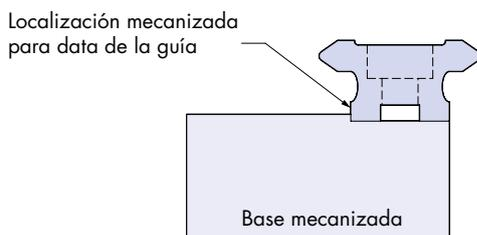
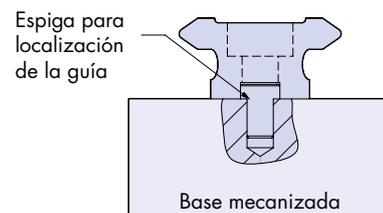

Figura 1.1 Registro mecanizado para localización de la guía
Figura 1.2 Método de localización mediante espigas
1.1 Para asegurar la rectitud, la guía deberá ser posicionada contra un registro de precisión, tal y como se muestra en la figura 1.1. Alternativamente se pueden utilizar unas espigas para posicionar la guía en paralelo, tal y como se muestra en la figura 1.2. Los agujeros para las espigas deberán ser mecanizados de precisión para asegurar que la guía quede recta a la hora del montaje.